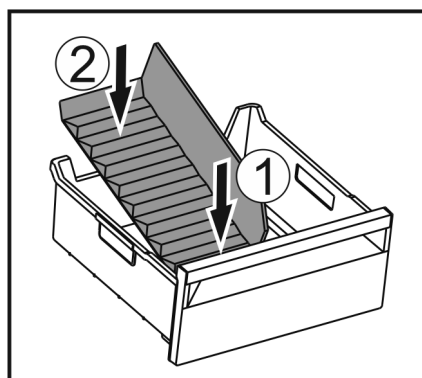

Fig. 162
- Vložte přední část přepážky přihrádky na led. Fig. 162 (1)
- Zadní část přepážky přihrádky na led spusťte až na dno zásuvky. Fig. 162 (2)